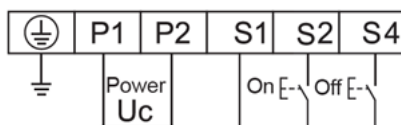

Рисунок 2. Схема электрических соединений.
- 4.4 Моторные привода серии МП-330 могут осуществлять диспетчеризацию состояния автоматического выключателя: выключен, включен и срабатывание по аварии. Для этого необходимо подключить соответствующие вторичные цепи на устройстве (см. Рисунок 2.).